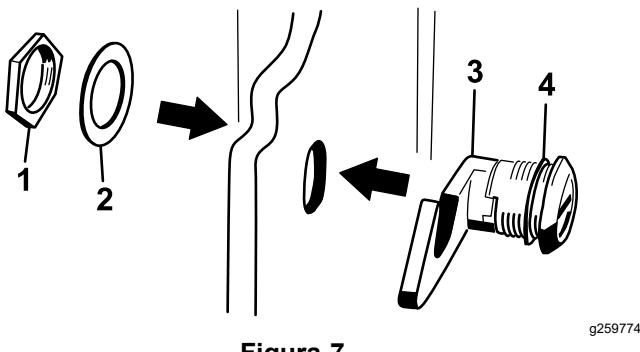

Figura 7
3. Retire la tuerca del conjunto de cierre del capó (Figura 7).
4. Desde fuera del capó, introduzca el enganche del cierre a través del orificio del capó y asegúrese de que la junta de goma queda en el exterior del capó (Figura 7).